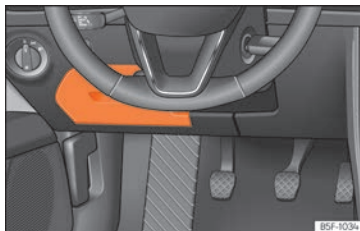

Fig. 51 En el tablero de instrumentos del lado del conductor: tapa de la caja de fusibles.
- **Abrir:** abata la cubierta hacia abajo »» fig. 51.